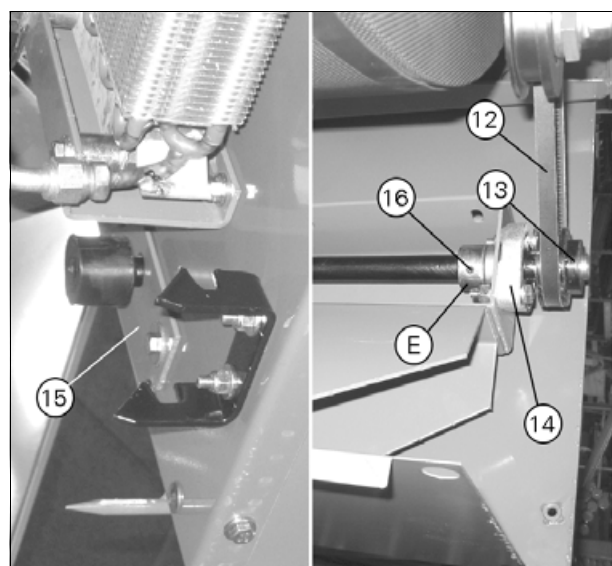

Рис. 15.
17. Закрепите фланцевый подшипник (14) рис. 15 на кронштейне. Не затягивайте крепления подшипника на валу.
18. Установите вал, так чтобы стопорное кольцо (E) рис. 15 уперлось во фланцевый подшипник (14) рис. 15. Постучите, чтобы запорное кольцо подшипника (16) рис. 15 встало на место.